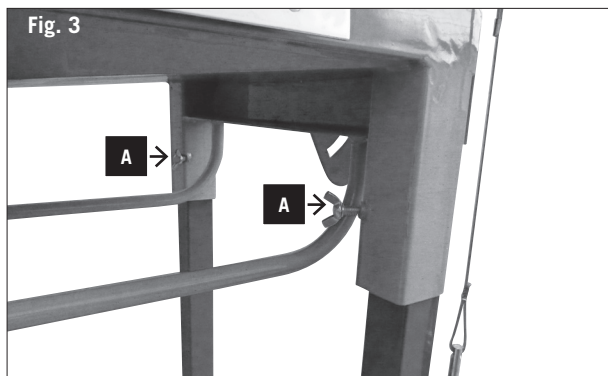

Fig. 3
- 2 Introduire les pieds (3) dans le cadre du châssis et les bloquer avec des écrous papillon (A) (Fig.3).
- 2 Introduce the legs (3) into the base frame and lock them with butterfly nuts (A) (Fig. 3).